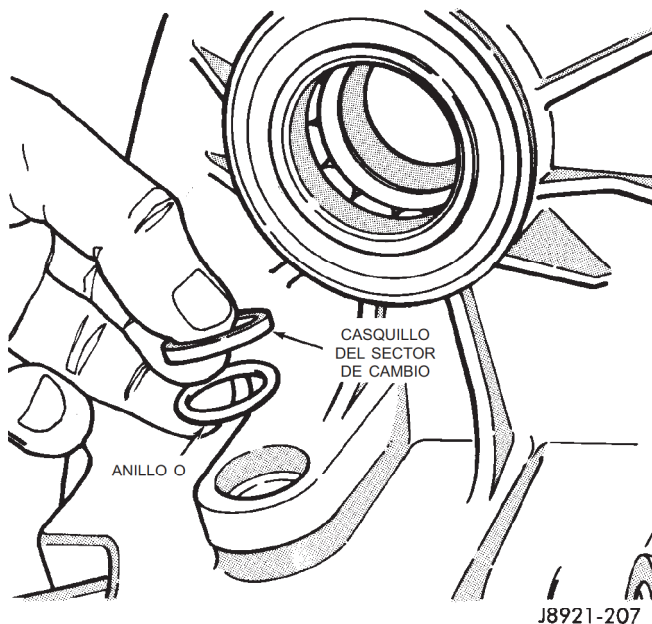

Fig. 38 Desmontaje de casquillo y anillo O del sector
- (16) Retire el casquillo del sector de cambio y el anillo O (Fig. 38).